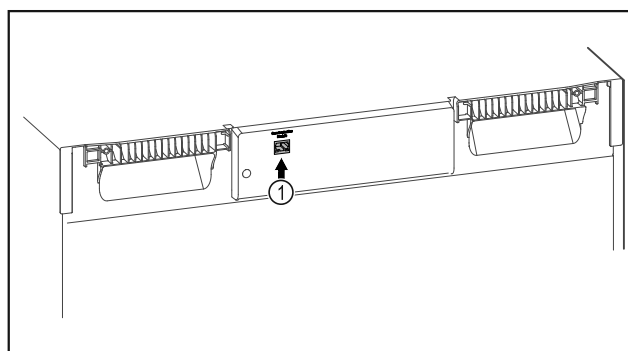

Fig. 133
- SmartModule Fig. 133 (1) inserito.